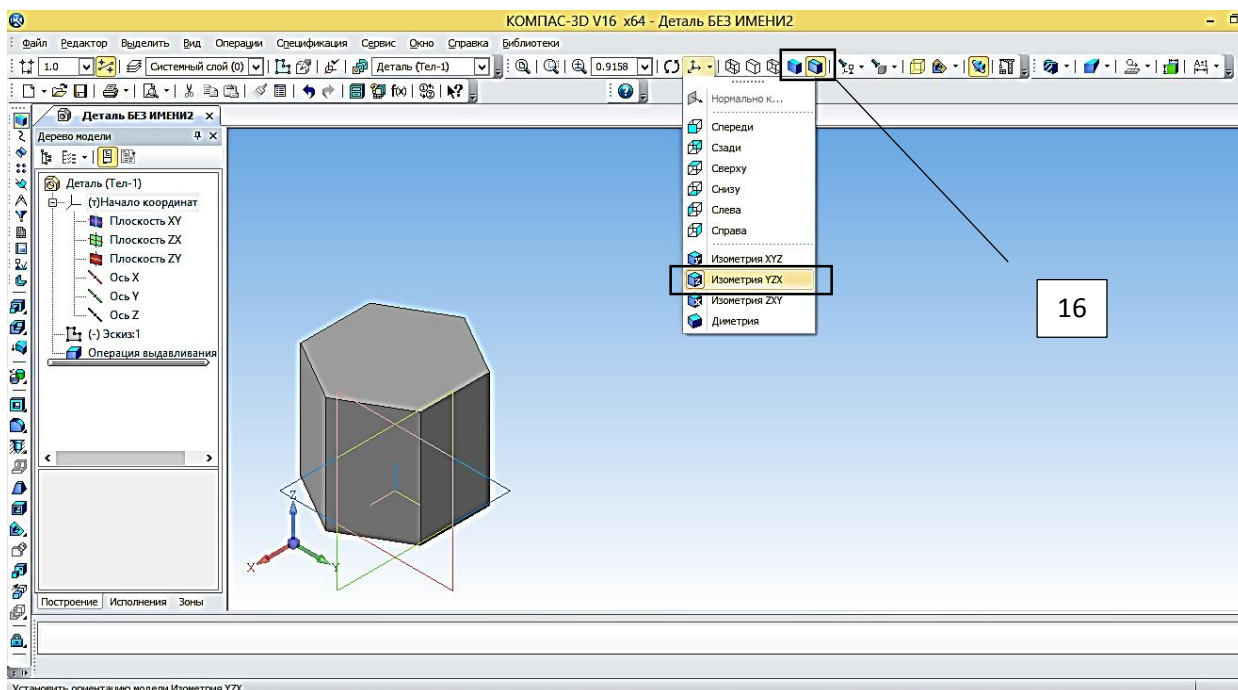

Рисунок 9 – Призма относительно YZX
23. на инструментальной панели **Вид** выберите команду **Полутоновое**, **Полутоновое с каркасом** (рисунок 9).